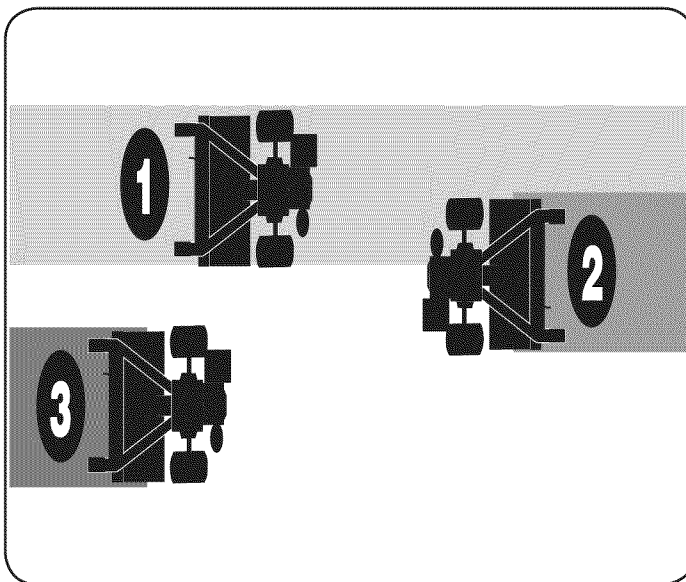

Figura 18
- Si las dimensiones del jardín no permiten la labranza en sentido longitudinal y luego transversal, traslape las primeras pasadas por la mitad del ancho de la cultivadora, continuando con sucesivas pasadas a un cuarto del ancho. Vea la Figura 18.